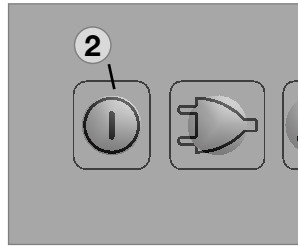

Fig. 42
- Les modèles MES et AES sont déconnectés au moyen de la touche " **MODE** ". Tenez la touche **(2)** enfoncée pendant 3 secondes. L'affichage disparaît et l'appareil est entièrement déconnecté (Fig. 42).